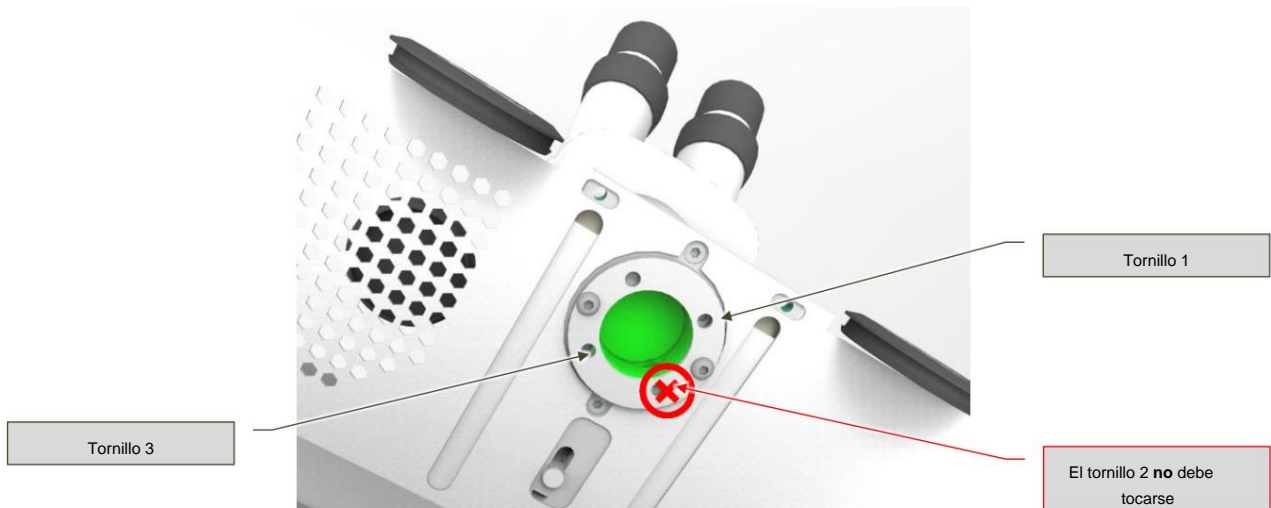

Fig. 9-1 – Alineación del indicador de retícula
Para verificar y, si es necesario, corregir la alineación del puntero del retículo, siga las indicaciones a continuación (Fig. 9-1): Coloque una pequeña
**Nunca desenrosque completamente los tornillos de regulación (1 y 3) y NO toque el tornillo 2 (Fig. 9-1).**